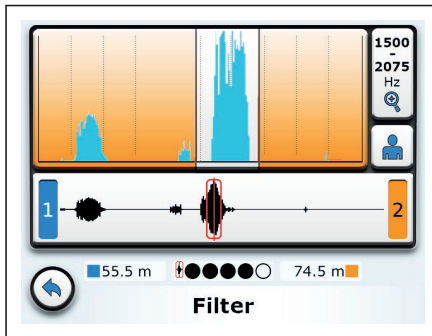

Abb. 26: Menü **Filter**: Nach manueller Anpassung erscheint unter der Schaltfläche **Filtergrenzen** das Symbol **Manuell**.
5. Tippen Sie auf **Zurück**. Der Empfänger wechselt zurück in das Menü **Filter**. Auf der Schaltfläche **Aktueller Filter** ist das Symbol **Manuell** sichtbar (siehe Abb. 26).